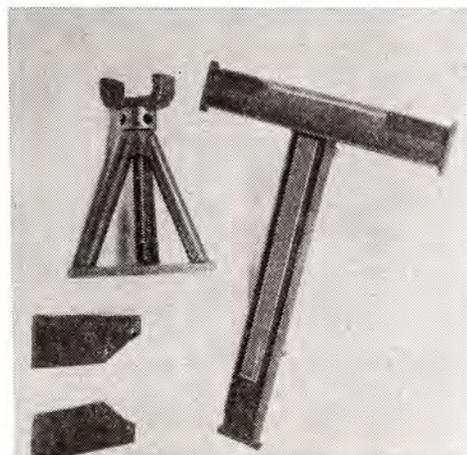

Abb. 35
9. An jeder Seite des Kurbelkastens sind zwei Schrauben M 12, die den Kurbelkasten mit dem Getriebegehäuse verbinden, auszuschrauben und mittels dieser Schrauben sind die Auflagestücke des Trägers (Abb. 35) an die äussere Seite des Kurbelkastenflansches anzuschrauben.